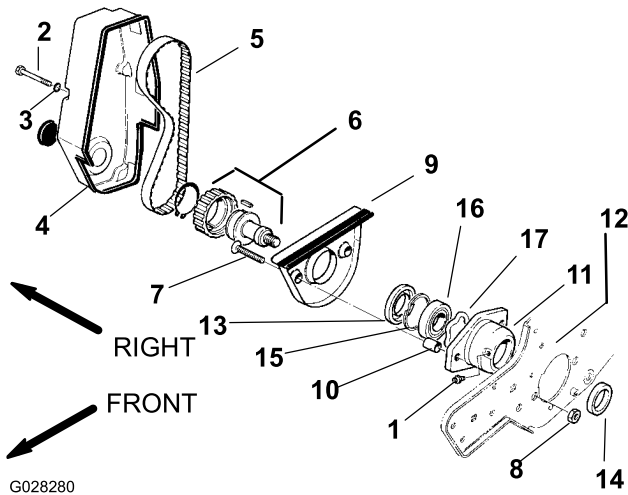
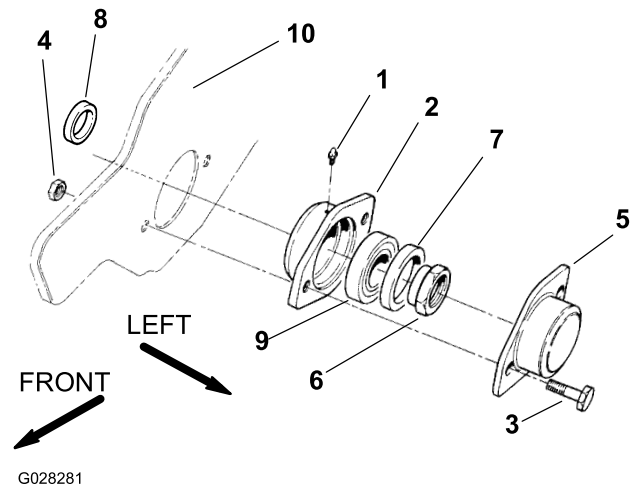

Рисунок 1
Рисунок 2
1. Отверните 4 колпачковых винта, снимите 4 стопорные шайбы и крышку привода барабана с газонокосилки (Рисунок 1).
2. Снимите ремень привода барабана с узла шкива и привода (Рисунок 1).
3. Снимите оба колпачковых винта, контргайки и крышку подшипника с левого корпуса подшипника (Рисунок 2).
4. Вставьте квадратную головку на 1/2 дюйма в узел шкива и привода (Рисунок 1), чтобы снять этот узел с вала привода барабана. Одновременно снимите контргайку подшипника (Рисунок 2) с вала привода барабана.
5. Используйте шестигранный торцовый ключ для снятия обоих винтов с плоскими головками, крышки рычага механической щетки и обеих проставок крышки с корпуса подшипника (Рисунок 1).
6. Снимите масленки для консистентной смазки с обоих корпусов подшипников (Рисунок 1 и Рисунок 2).
7. Выдвиньте оба корпуса подшипников с рамы и барабана (Рисунок 1 и Рисунок 2) и снимите барабан с газонокосилки.
3. Установите правый корпус подшипника сквозь раму на вал барабана (Рисунок 1).
4. Установите левый корпус подшипника сквозь раму на вал барабана (Рисунок 2).
5. Затяните винты с плоскими головками и гайки, которые крепят правый корпус подшипника к раме (Рисунок 1).
6. Затягивая контргайку подшипника (Рисунок 2) на валу барабана, одновременно затяните узел шкива и привода (Рисунок 1) на валу барабана. Затяните узел и гайку с моментом 68 Н•м.
8. Установите крышку подшипника на корпус и прикрепите ее к раме с помощью двух колпачковых винтов и контргаяк (Рисунок 2).
10. Установите крышку привода барабана на газонокосилку с помощью 4 контргаяк и колпачковых винтов (Рисунок 1).
11. Установите масленки на оба корпуса подшипников и смажьте их консистентной смазкой общего назначения на литиевой основе (Рисунок 1 и Рисунок 2).